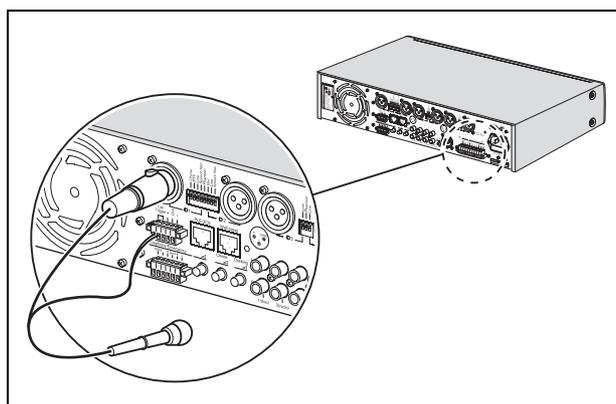

figura 4.3: connettore XLR con segnale di sincronizzazione
- XLR connector with trigger. Vedere figura 4.3.